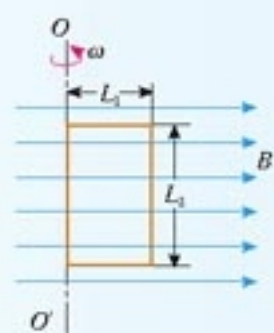

图 4.4-6 证明线圈此时的感应电动势为  $BS\omega$
5. 如图 4.4-6, 矩形线圈在匀强磁场中绕  $OO'$  轴转动时, 线圈中的感应电动势是否变化? 为什么? 设线圈的两个边长分别是  $L_1$  和  $L_2$ , 转动时角速度是  $\omega$ , 磁场的磁感应强度为  $B$ 。试证明: 在图示位置时, 线圈中的感应电动势为